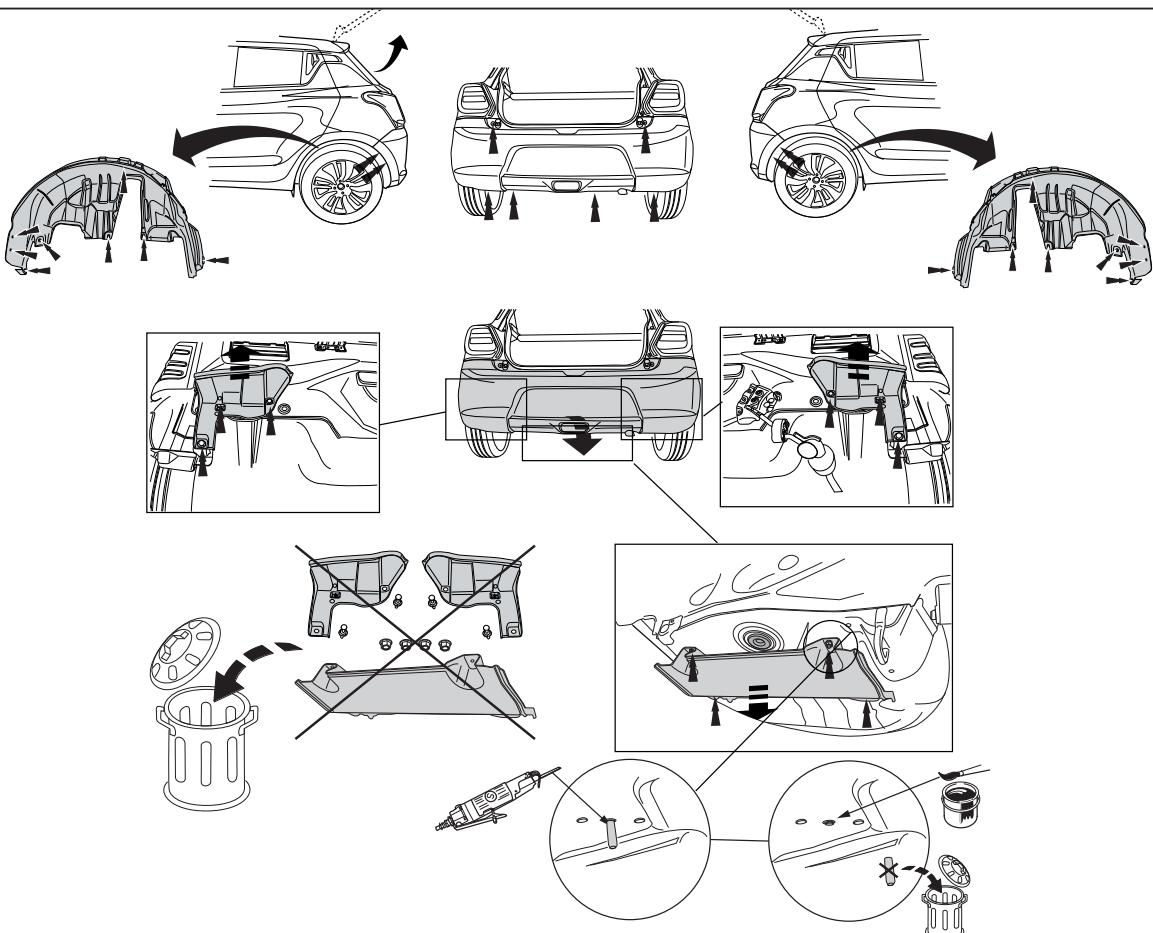

Fig. 1
1. Снять бампер. Снять указанные пластмассовые части. См. рисунок 1. Отпилить обозначенную часть, как указано на рис. 1.